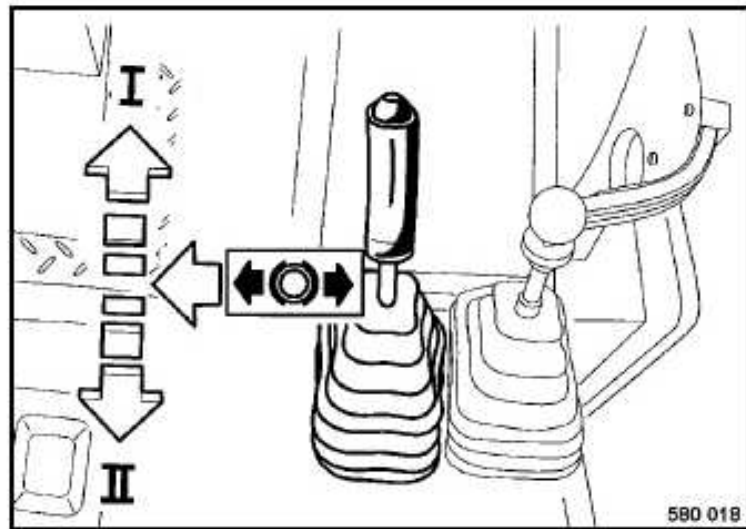

Fig. 162
- Desbloquear la palanca de marcha (Fig. 162) hacia la izquierda, pero no desplazarla en posición "I" ó "II".